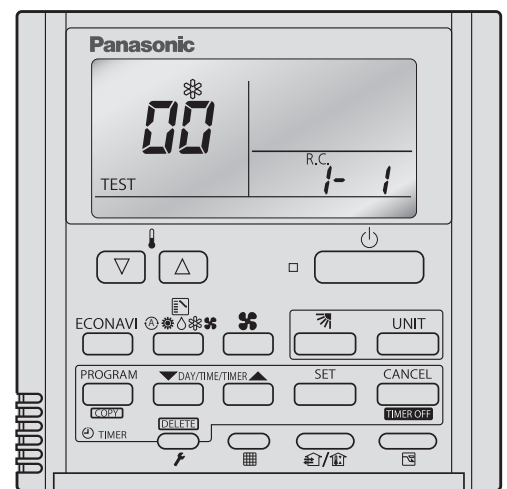

Fig. 6-2
- **All units test run (Fig. 6-2)**